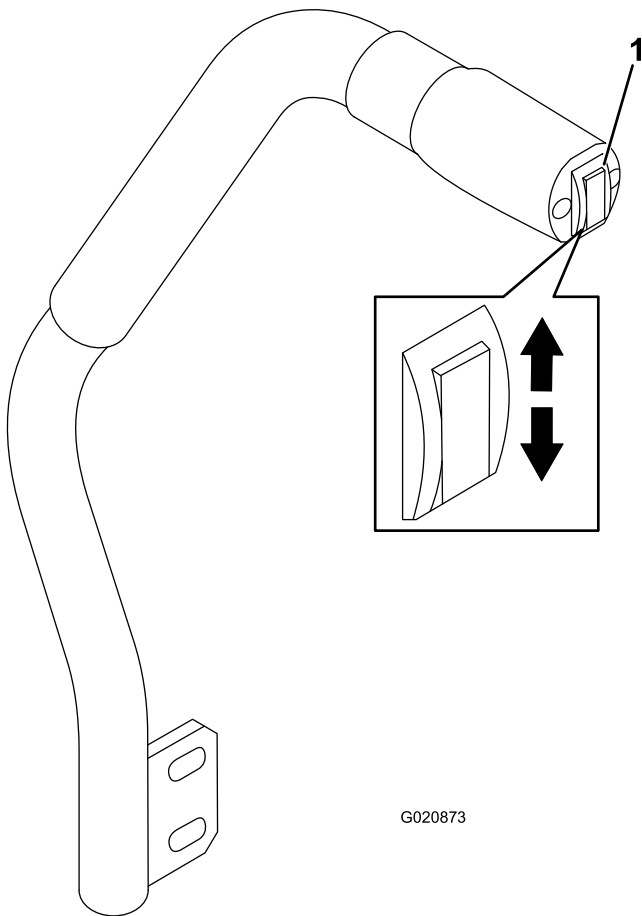

Bild 24
Mit dem Mähwerkhubschalter senken Sie das Mähwerk ab und heben es an (Bild 24). Der Motor muss bei der Verwendung des Hebels laufen.
- Drücken Sie den Mähwerkhubschalter nach unten, um das Mähwerk abzusenken (Bild 24).
- Drücken Sie den Mähwerkhubschalter nach oben, um das Mähwerk anzuheben (Bild 24).
1. Drücken Sie den Mähwerkhubschalter bei laufendem Motor nach oben, bis das Mähwerk ganz angehoben ist, und lassen Sie den **Schalter sofort los** (Bild 24).